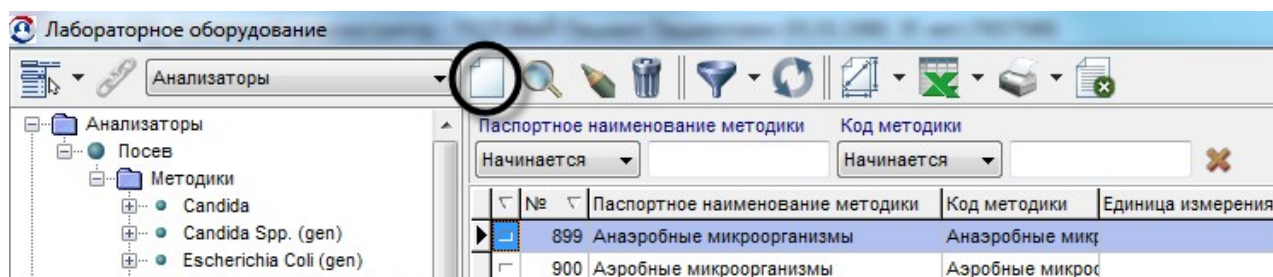

Рисунок 19.4. Создание новой методики
2. Нажать кнопку **Создать новую запись** (рис. 19.4).